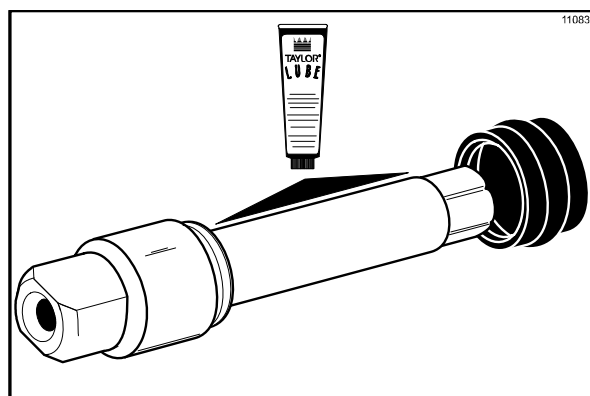

Figura 127
1. Lubrifique o canal do eixo de transmissão do batedor do sorvete antes de instalar o eixo. Deslize o selo de vedação sobre a extremidade menor do eixo de transmissão do batedor e encaixe o selo no canal do eixo. Lubrifique bem a parte interna do selo de vedação e a extremidade chata que entra em contato com a bucha de bronze. Aplique uma camada uniforme de lubrificante sobre o eixo. **NÃO** lubrifique a extremidade sextavada. (Veja a Figura 127.)